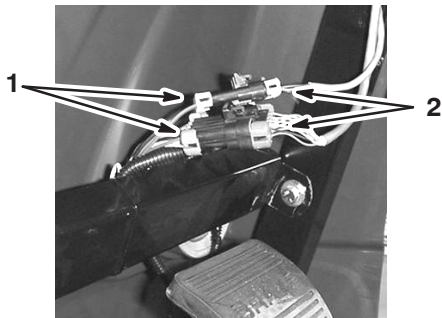

Figure 5
7. Reliez les connecteurs des fils du Spray Pro aux connecteurs des fils situés sous le tableau de bord (Fig. 5).